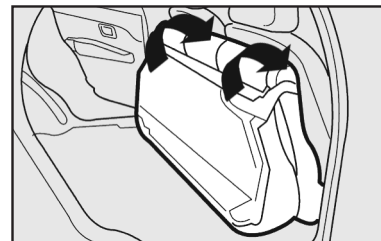

fig. 111
6) Incline hacia adelante el asiento trasero completo de manera que se obtenga una superficie de carga única **fig. 111**.
Para colocar el asiento en su posición normal - fig. 111: